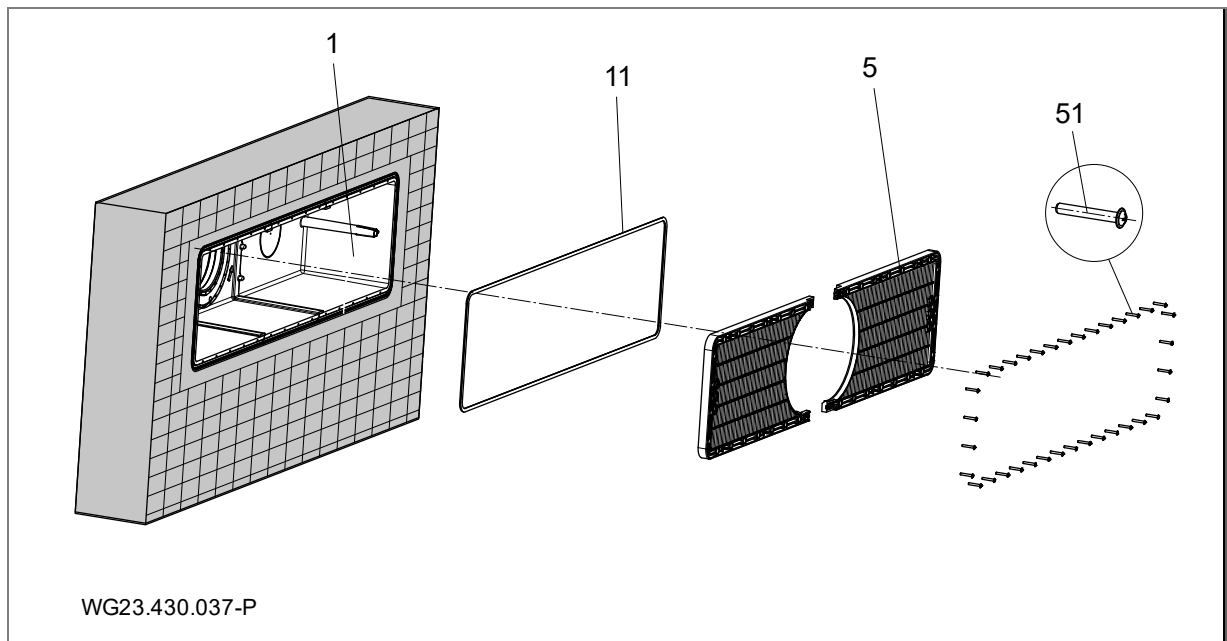

Abb. 8
Für die Abdichtung zur Betonwand wird empfohlen, einen umlaufenden Ring aus Epoxidharz/Quarzsand an der beckenseitigen Außenwand des Gehäßes (1) zu erstellen. Siehe "Abb. 8" auf Seite 17